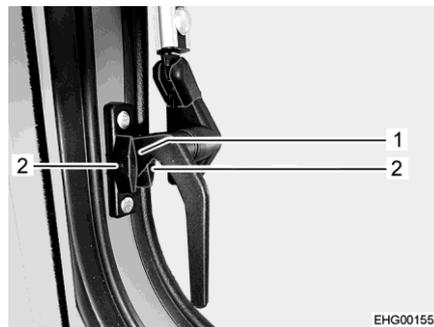

Fig. 40 Palanca de bloqueo de al lado (posición "Ventilación continua")
- Girar las palancas de bloqueo de al lado un cuarto de vuelta hacia abajo. En esto, introducir el saliente de bloqueo (Fig. 40,1) entre las dos mitades del bloque de bloqueo.